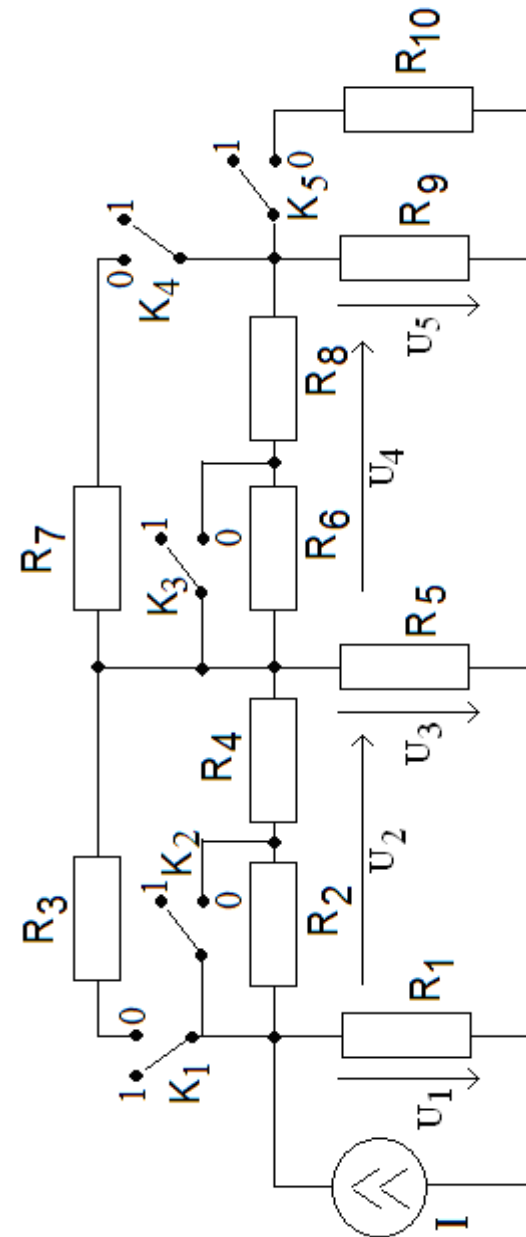

Рис. 1.13
1.7.3. В схеме цепи, показанной на рис. 1.13, установите ключи  $K_5 \div K_1$  в положение, соответствующее **двоичному коду** Вашего **номера  $N$  по модулю 32** в списке группы (таблица кодов в приложении 1), кодовая запись имеет вид  $K_5K_4K_3K_2K_1$ , значения  $K_i = 0$  или  $1$ ,  $i = 1, 2, 3, 4, 5$ . Зарисуйте полученный вариант электрической цепи. Значения сопротивлений элементов цепи в **Омах** определяются выражением
Рассчитайте значения напряжений  $U_1, U_2, U_3, U_4, U_5$ , показанных на рис. 1.13 для Вашего варианта цепи, проверьте правильность полученных решений с помощью второго закона Кирхгофа, используя для вычислений программу MathCAD. Результаты расчета занесите в табл. 1.7.